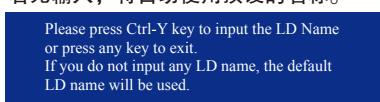

图1
5. 设置完成后的后，按下<Ctrl>+<Y>键储存设置值后将出现如图1的画面。按下<Ctrl>+<Y>键自行设置磁盘阵列名称，若无输入，将自动使用预设的名称。